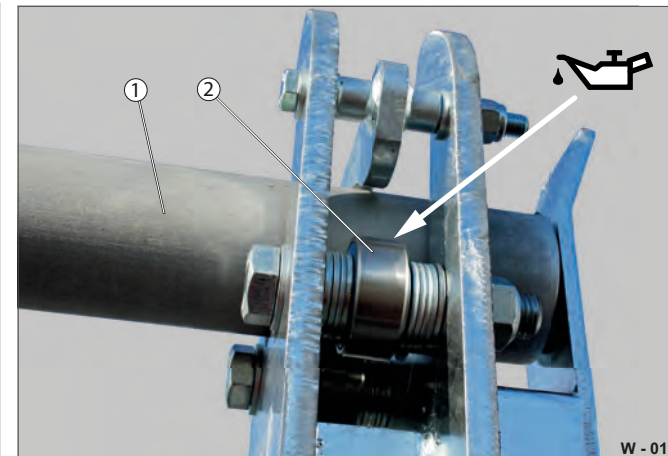

Fig. 13 Leje-/smørested transportaksel
- ▶ Rengør regelmæssigt transportakslens lejested (Fig. 13 /1).
- ▶ Kontrollér, at kuglelejerullerne (Fig. 13 /2) ikke blokeres af fremmedlegemer.